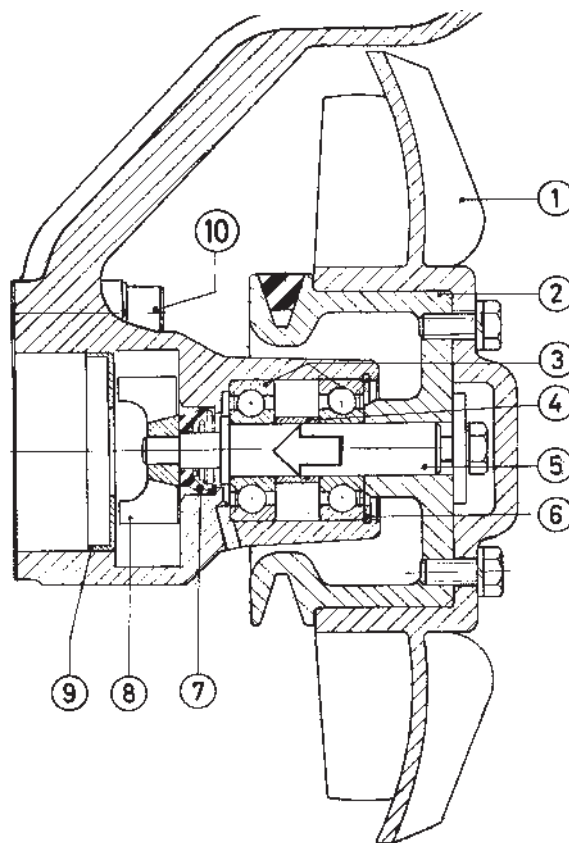

Fig. 69. Kylvätskepump
4. Tag bort fläkten (1 fig. 69). På D1 är fläkt och remskiva en sammanhängande del.
5. Lossa och tag bort remskivan (2).
6. Tag bort skruvarna (10).
7. Bänd loss brickan (9)
8. Pressa ur axel (5) i pilens riktning. Härvid följer tätning (7) och skovelhjul (8) med ut.
Lägg in konan (10) i kugghjul (16) och mät måttet "X" angivet på fig. 69. Det mått varmed måttet "X" understiger 85 mm bestämmer hur mycket justerbrickans tjocklek skall ökas. Mäter måttet t ex 83 mm, monteras en bricka med 2 mm tjocklek. Är slitaget så stort att måttet "X" understiger 81 mm måste förslitna detaljer utbytas. Friktionsbeläggen i kugghjul och kona är ej utbytbara.